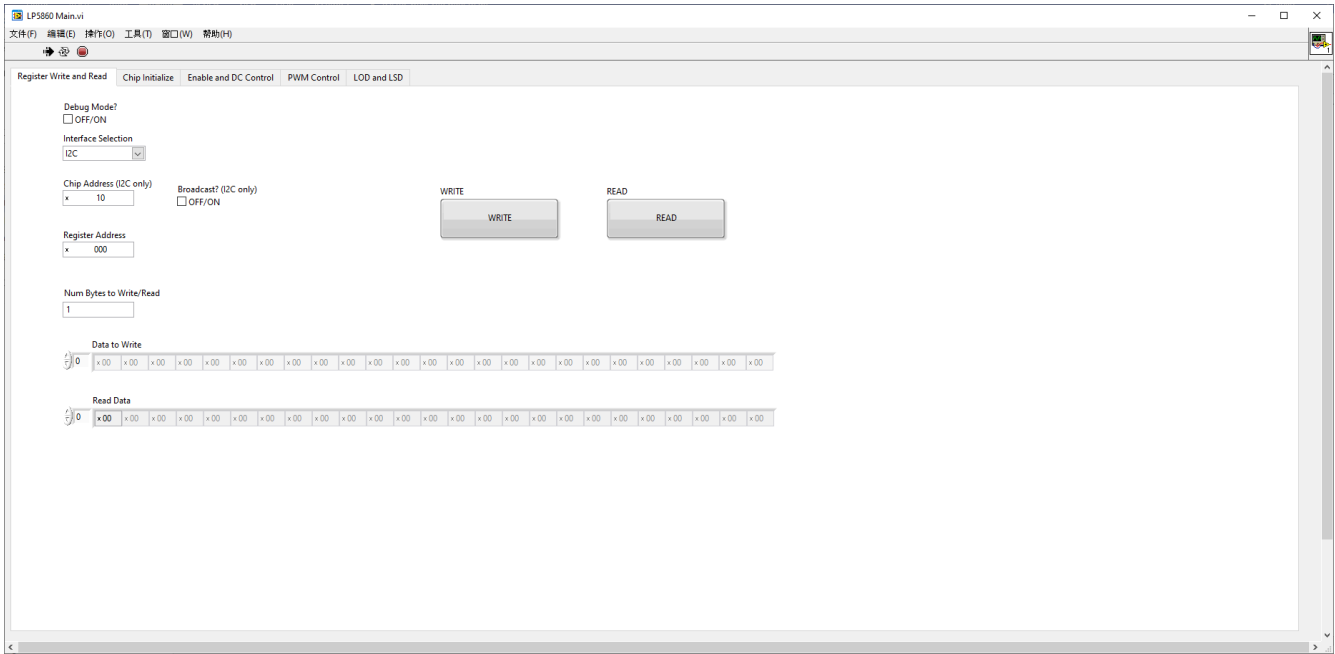

图 3-3. LP5867EVM GUI 第一个调试步骤
2. 将 *Num Bytes To Write/Read* 字段修改为 1 并选择 *Read* 按钮以成功将 EVM 板连接到 USB2ANY（请参见图 3-3）。如果没有错误，*Read Data* 字段会返回数据 0x00。